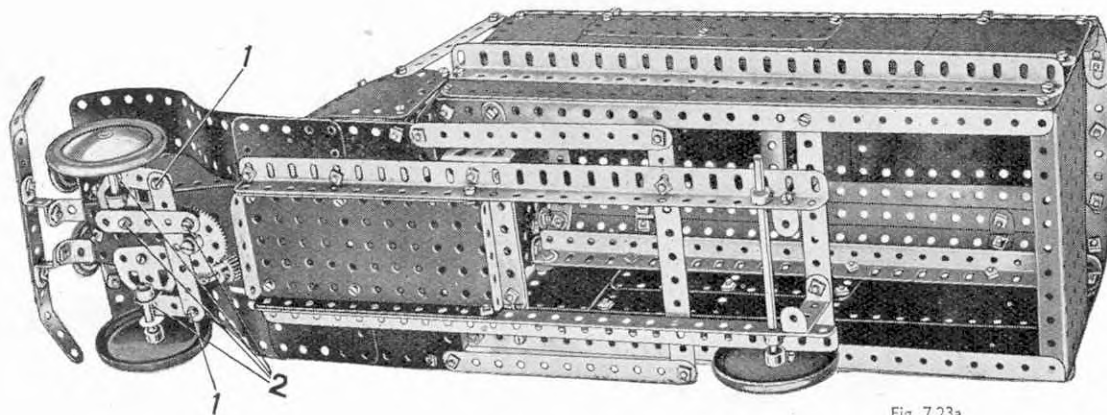

Fig. 7.23a
La Fig. 7.23a représente le mécanisme de direction. Le Boulon supérieur de 9 mm. formant le pivot du volant porte une Bande de 38 mm., un Support Double et une seconde Bande de 38 mm. placée perpendiculairement. Toutes ces pièces sont bloquées sur le boulon par un écrou, et le boulon est passé à travers une Embase Triangulée Plate, puis muni de contre-écrous. Le Boulon inférieur de 9 mm. porte une Bande de 38 mm. et un Support Double. Une Bande de 9 cm. est fixée par des boulons à contre-crous (1) aux Bandes de 38 mm.